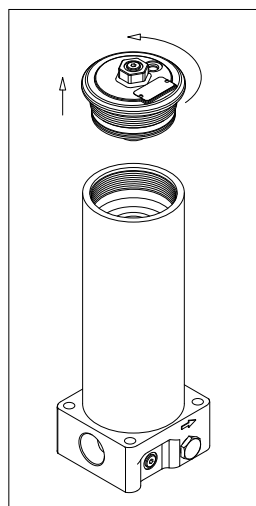

fig. 17
- (Fig. 17) Svitare il coperchio contenitore